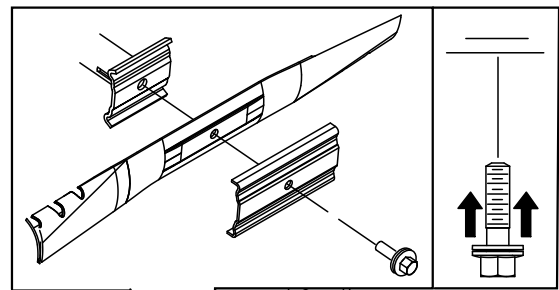

Figura 27
5. Instale la cuchilla nueva (gire el perno de la cuchilla en el sentido de las agujas del reloj) y todos los herrajes de montaje (Figura 27).